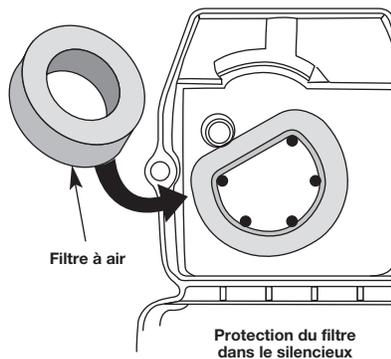

Fig. 36
2. Retournez le couvercle et inspectez l'intérieur pour repérer le filtre à air. Retirez le filtre à air de l'intérieur du couvercle du filtre à air/silencieux (Fig. 36).
6. Remplacez le filtre à air dans le filtre à air/couvercle du silencieux (Fig. 36).